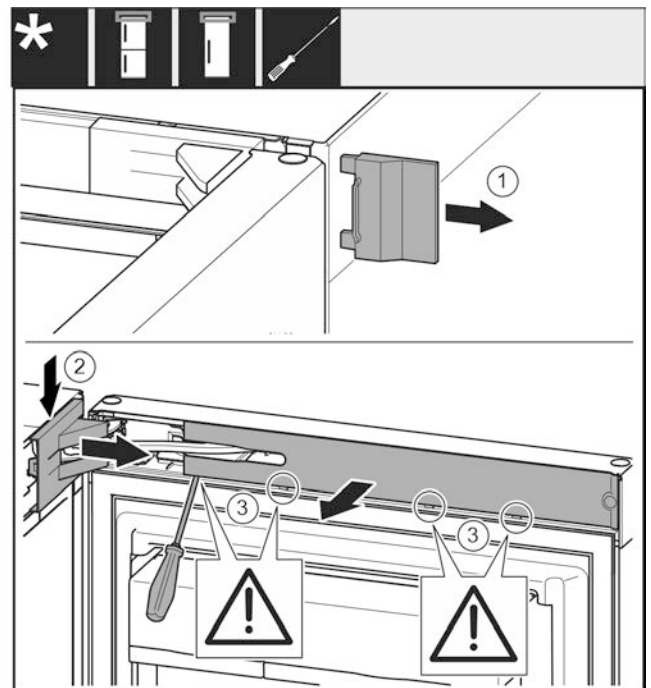

Fig. 7
- ▶ Снимите внешнюю крышку. Fig. 7 (1)
- ▶ Освободите и отсоедините крышку опорного кронштейна. Снимите крышку опорного кронштейна. *Fig. 7 (2)*
- ▶ При помощи шлицевой отвертки освободите накладку и отведите в сторону. *Fig. 7 (3)*